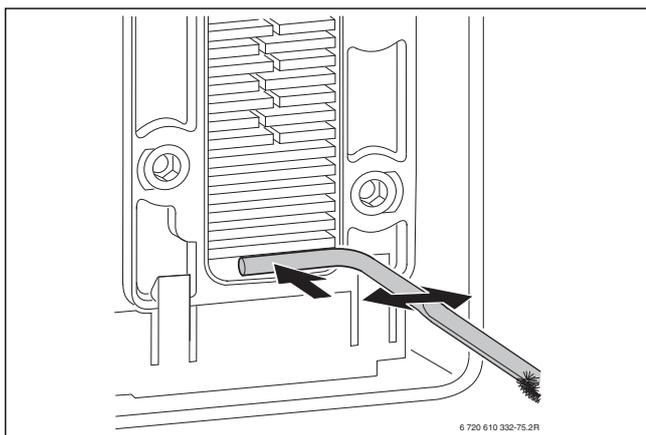

Fig. 67
- Pulire il convogliatore della condensa (con il manico della spazzola, fig. 67) e l'attacco del sifone.